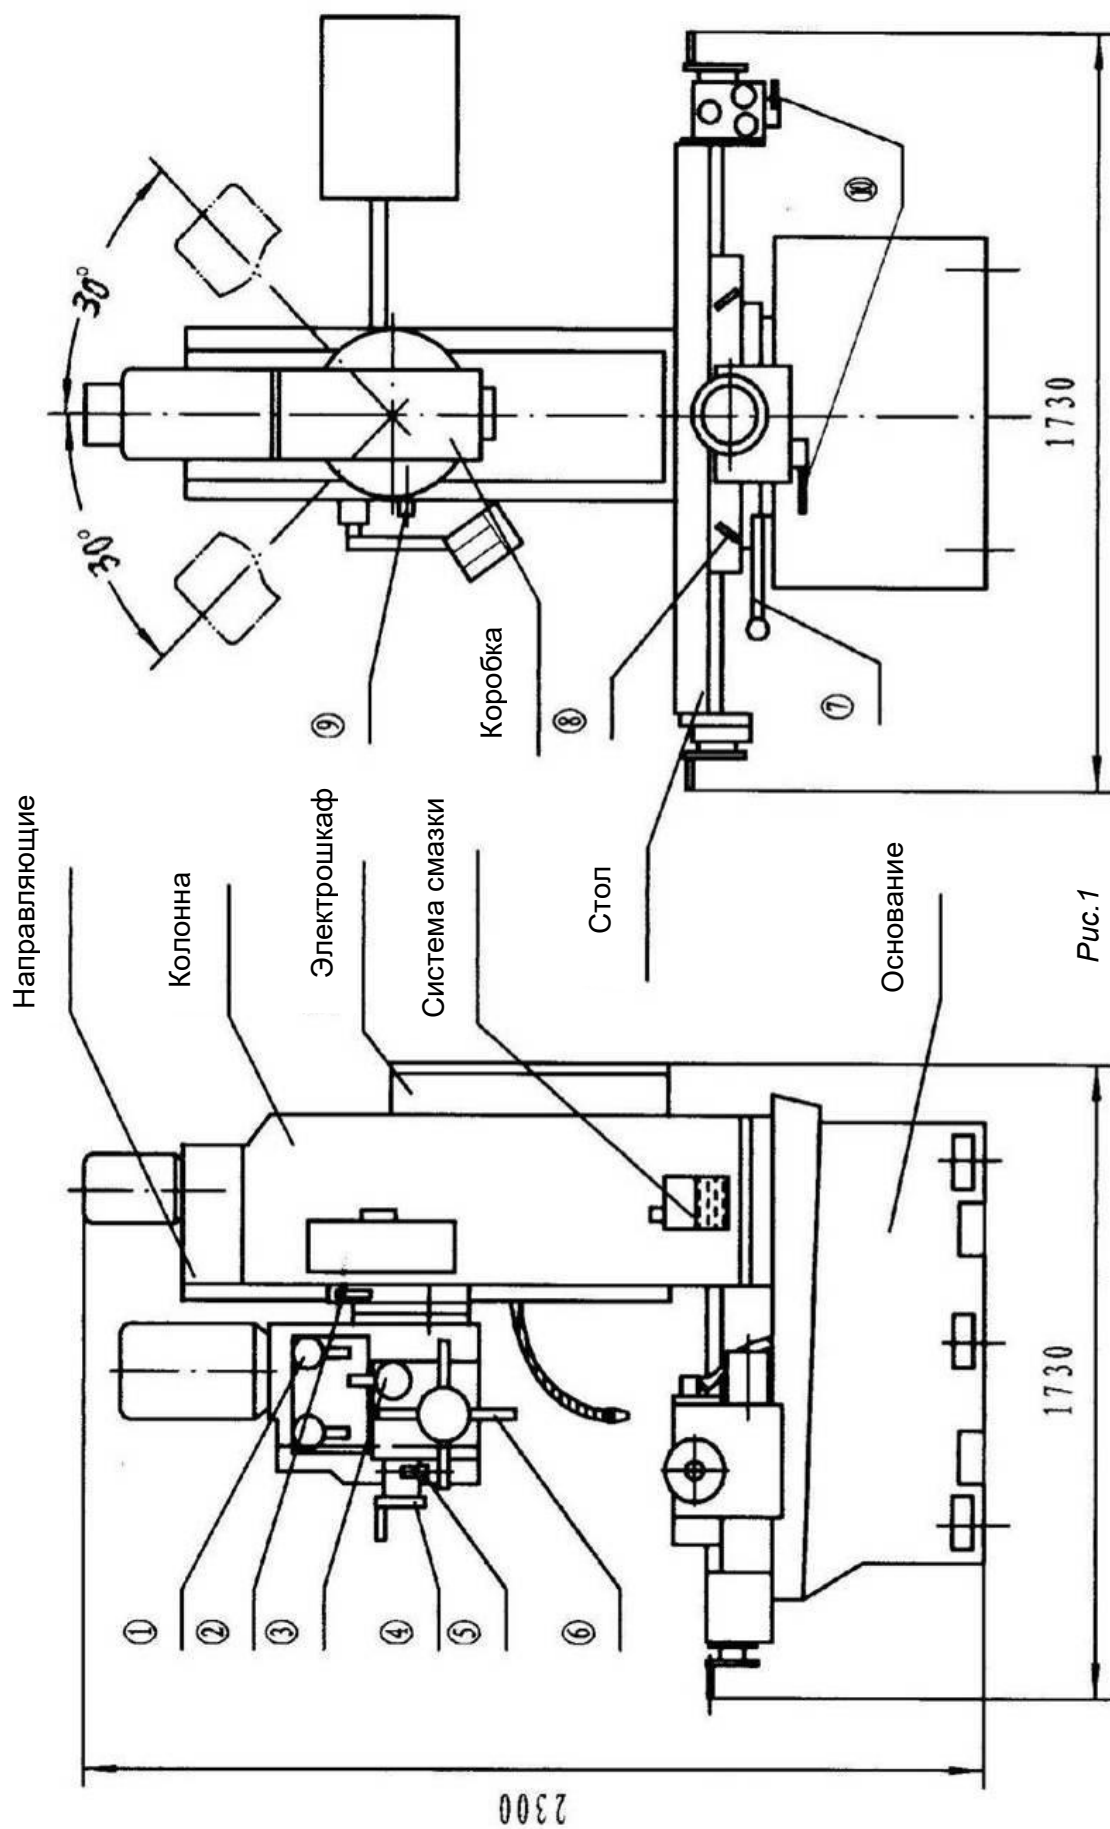

Рис.1
3.1 Устройство станка: (См. Рис.1 на стр.7)
1. Привод шпинделя (Рис.1)
1) Частота вращения шпинделя изменяется при помощи переключения шестерен фрезерной коробки. Чтобы изменить частоту вращения необходимо остановить мотор. Переключите рукоятки выбора частоты вращения (1, Рис.1) в требуемое положение. Главный привод включает:
2) Автоматическая подача пиноли шпинделя от системы приводов. Пиноль шпинделя имеет 3 скорости автоматического перемещения, которые выбираются поворотом рукоятки 3 (Рис.1).
(1) Режим работы выбирается рукояткой 10, Рис.1 в положении «нейтраль» перемещение стола можно осуществлять вручную.
(2) Ознакомьтесь с инструкцией по эксплуатации автоматической подачи стола перед началом работы.
Необходимо ослабить фиксирующие рукоятки 7 и 8 (Рис.1) для осуществления продольного или поперечного перемещения стола как в ручном, так и в автоматическом режиме.
Необходимо ослабить фиксирующую рукоятку 2 (Рис.1) для осуществления перемещения фрезерной головы.